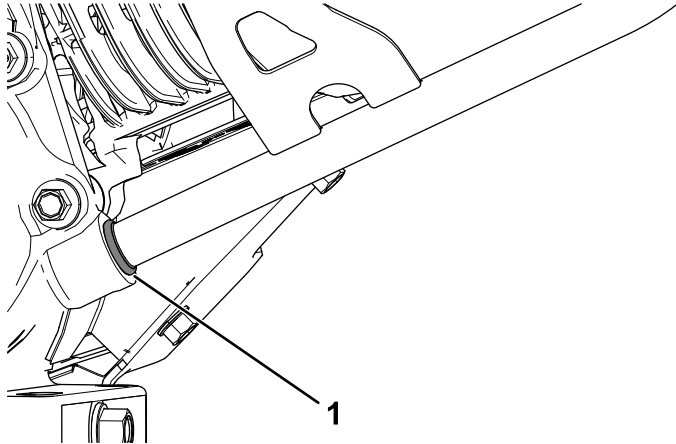

Bild 10
7. Achten Sie darauf, dass die Unterseite des Peilstabrohrs bündig mit der Rohröffnung (Bild 10) abschließt.